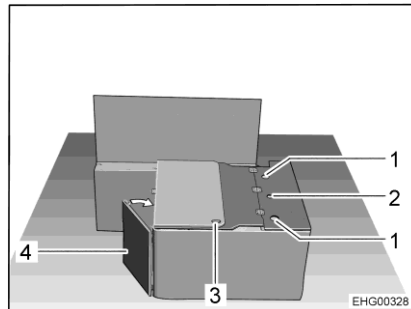

Fig. 34 Pendant la transformation
- Faire pivoter la paroi avant du coffre de banquette (Fig. 34,4) en direction de la paroi latérale.
- Faire passer la ceinture de sécurité avec boucle de fermeture à travers l'ouverture (Fig. 34,3) du couvercle du coffre de banquette.
- Emboîter le dossier du siège emboîtable dans les fixations latérales (Fig. 34,1) et serrer à la main la vis à poignée étoile dans la fixation du milieu (Fig. 34,2).